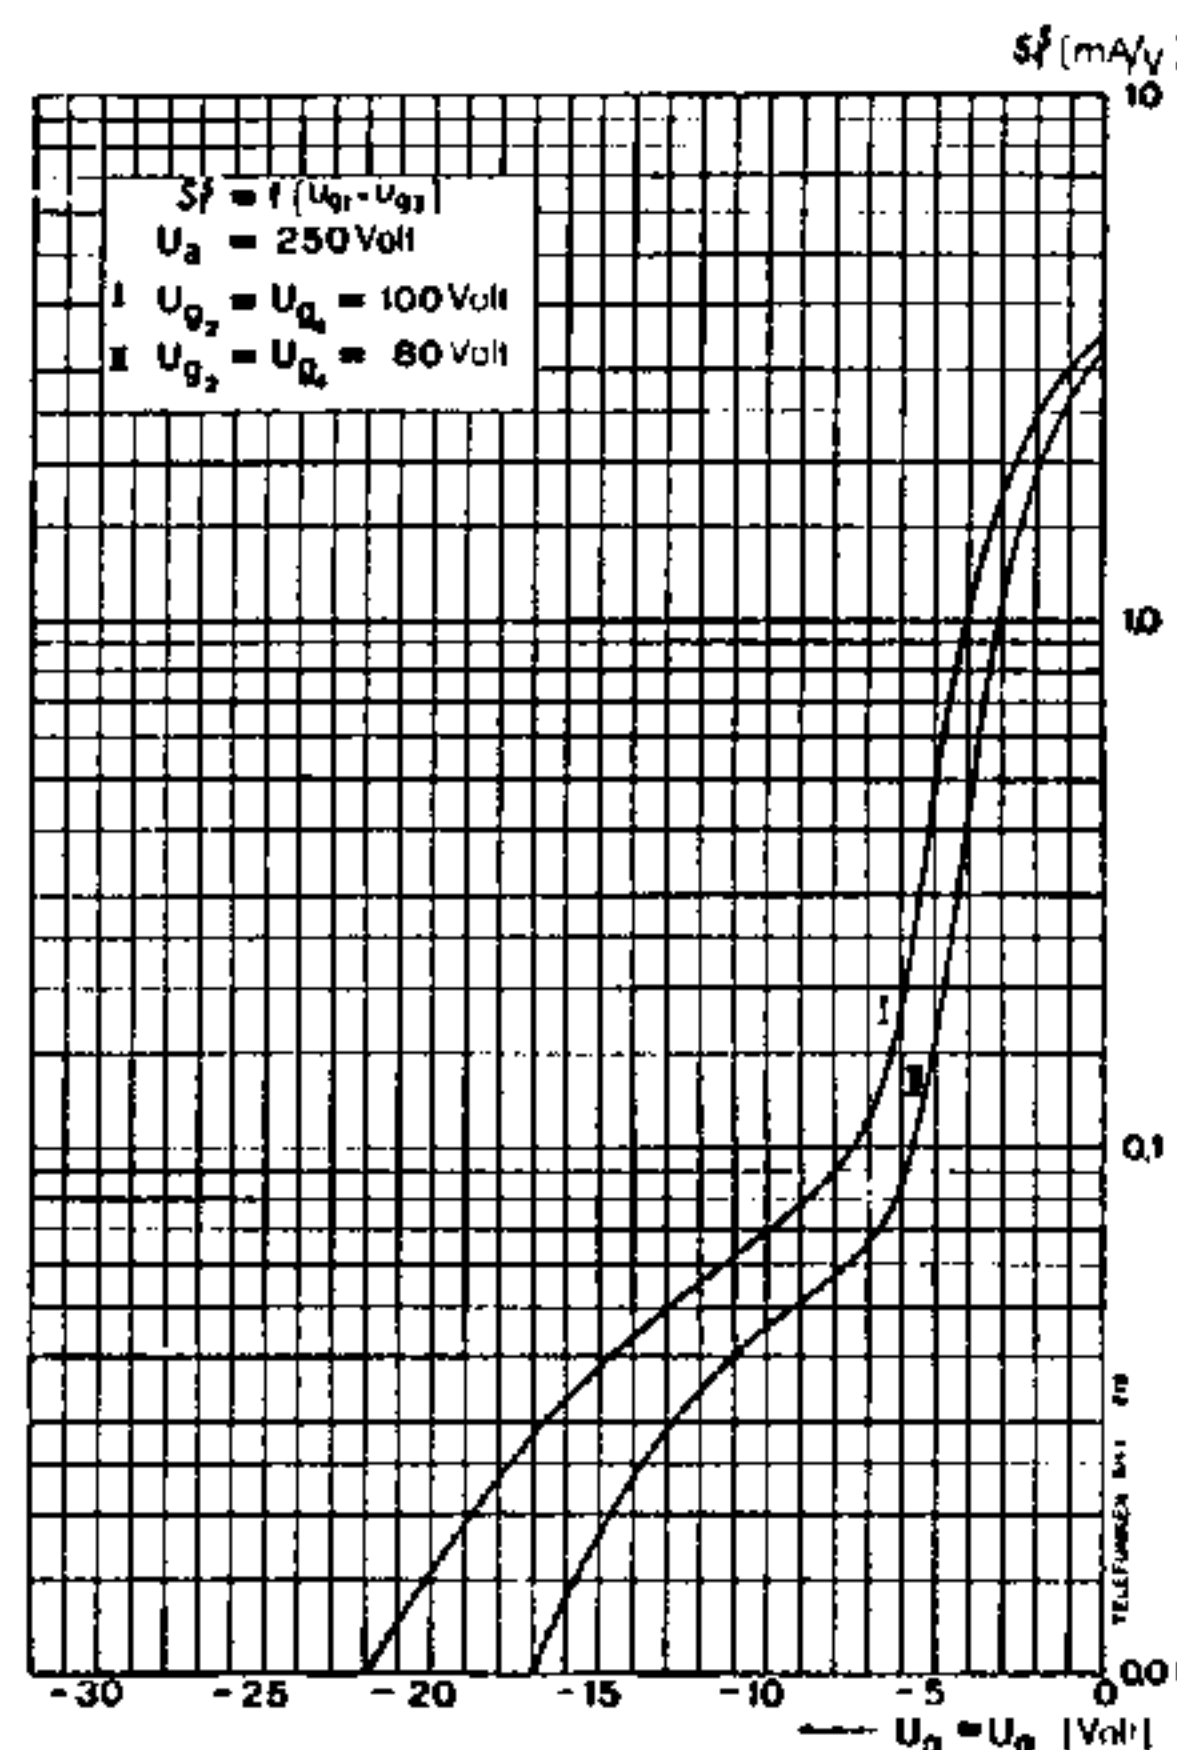

Bild 257. Zusammenhang zwischen Steilheit (S) und Vorspannung der beiden Steuergitter (für regelbare HF-Verstärkung, $U_{g1} = U_{g3}$)
B. Verwendung als Regelröhre. Die Hexode AH 1 ist besonders als schnell regelnde HF- oder ZF-Verstärkerröhre vorzüglich geeignet. Sie wird besonders als Eingangsröhre eines Geradeempfängers verwendet, bei dem man mit einer geringen Regelspannung eine gute und schnelle Verstärkungsregelung erreichen will. Als ZF-Röhre im Überlagerungsempfänger ist es im allgemeinen nicht zweckmäßig, eine Hexode vor dem Gleichrichter zu verwenden, weil diese Stufe nur beschränkt geregelt werden darf (s. Seite 39). Bei der Röhre AH 1 ist es auch nicht mehr wie bei der RENS 1234 notwendig, dem zweiten Gitter nur die halbe Regelspannung zu geben. Man kann vielmehr beide Gitter mit der gleichen Regelspannung versorgen. Diese im Interesse eines vereinfachten Schaltungsaufbaues liegende Verbesserung wurde durch eine günstigere Ausbildung der Kennlinie erzielt. Die Verstärkungsregelung geht äußerst rasch vor sich. So kann man z. B., wie aus Bild 257 zu ersehen ist, bei einer Schirmgitterspannung von 80 V die Steilheit im Verhältnis 1 : 200 durch eine Gittervorspannungsänderung auf -15 V herabsetzen. Wählt man die Schirmgitterspannung mit 100 V (Kurve I), so benötigt man wohl etwas größere Regelspannung, erzielt dadurch aber bei gleicher zugelassener Verzerrung einen etwas größeren Aussteuerbereich.